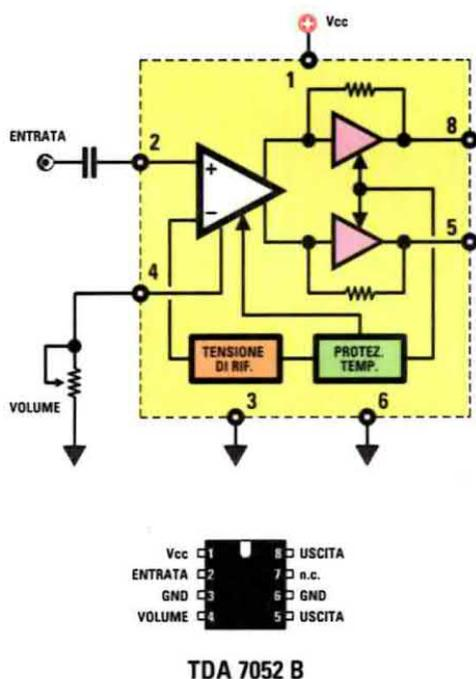

Fig.1 Schema a blocchi dell'integrato siglato **TDA.7052/B** e connessioni sui terminali dello zoccolo viste da sopra.
Costo del mobile plastico **MO.1556** completo di mascherina frontale forata serigrafata (vedi fig.1) **Euro 7,00**
- un integrato tipo **TDA.7052/B** (vedi **IC1** fig.1) che viene utilizzato come amplificatore di **BF**;